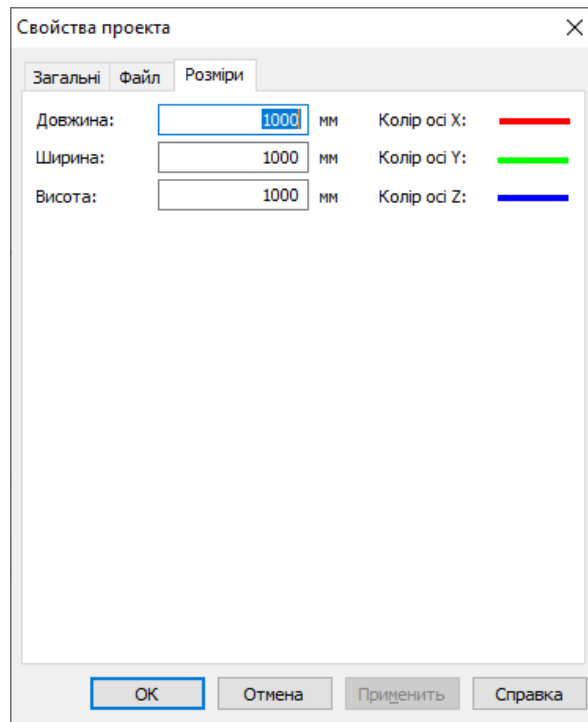

Рис. 1.3. Діалогове вікно «Властивості проєкта»
4. Встановити розміри проєкту як показано на малюнку (меню *Проект* → *Властивості*) (рис. 1.3).